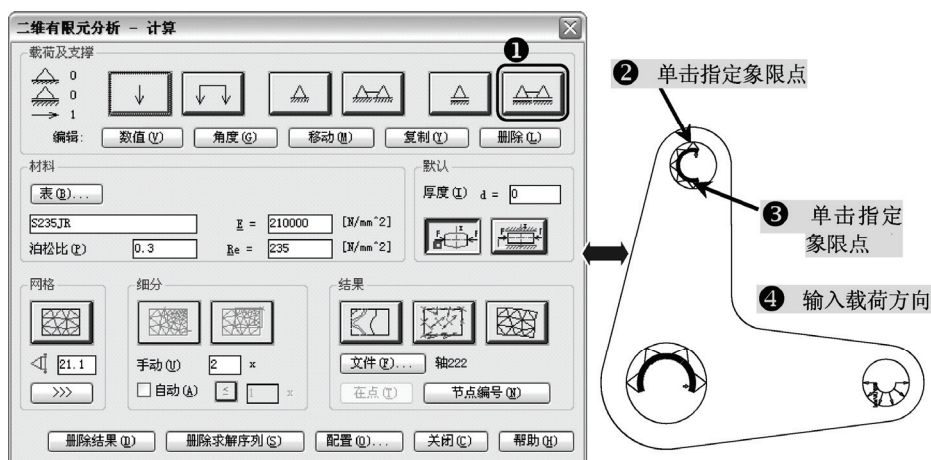

图 13-26 可移动均布支撑操作
4) 单击“可移动均布支撑”工具按钮,提示指定插入点,指定上方小圆的上象限点,提示指定端点,指定上方小圆的下象限点,提示指定端点的一侧,输入“180(水平向左)”,返回“二维有限元分析-计算”对话框。如图 13-26 所示。